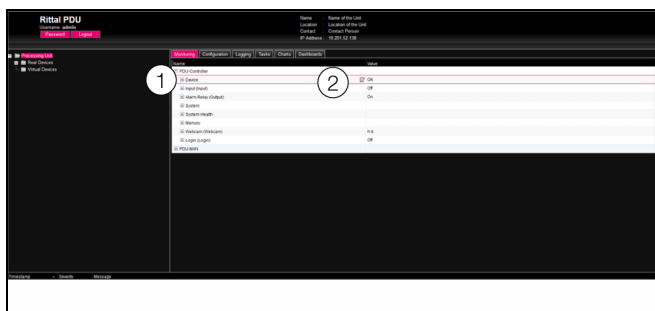

Imagen 29: Selección de varios parámetros
- Abra sólo la entrada «CMC III PU 19" Edition» clicando sobre el símbolo «+» junto a la entrada (imagen 29, pos. 1).
- Coloque el puntero del ratón al final de la primera columna en la línea «Device» (imagen 29, pos. 2). Aparecerá un símbolo «Edit» y el puntero del ratón se convertirá en un símbolo «Hand».